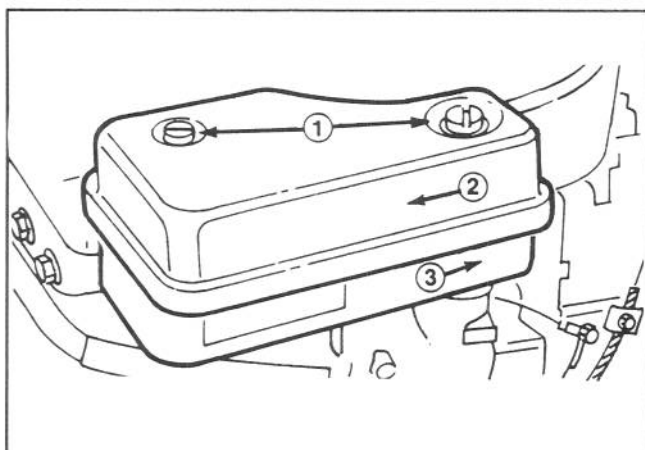

Figure 9
2. Enlever les deux vis et soulever tout l'ensemble filtre à air du carburateur (Fig. 9).